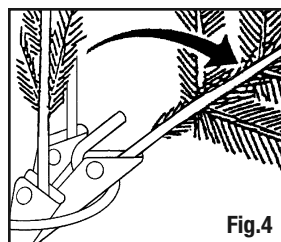

Fig. 4
- 3a. **HINGED TREES:** Working your way up from the bottom, gently lower all branches from their upright setting (Figure 4). Each branch must be shaped to a natural position by spreading out the left and right tips away from the center tip (See Shaping Instructions below). Continue to lower branches on upper section(s) in the same manner making sure not to place undue pressure on the brackets.
- 3a. **ARBRES ARTICULÉS :** En remontant du bas vers le haut, abaissez doucement toutes les branches de leur verticale (figure 4). Chaque branche doit être façonnée dans une position naturelle en écartant les pointes gauche et droite de la pointe centrale (voir les instructions de façonnage ci-dessous). Continuez à abaisser les branches de la section supérieure de la même manière en veillant à ne pas exercer de pression excessive sur les supports.